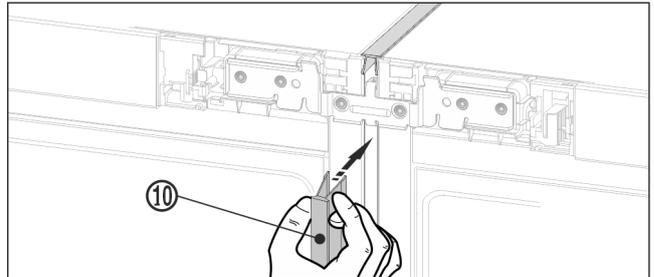

Fig. 25
- ▶ 在设备正面将长护板条 Fig. 25 (10) 压入垂直缝隙中。注意，护板条位于连接板上。